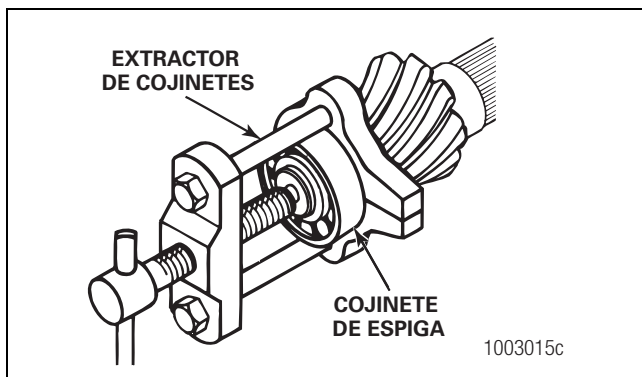
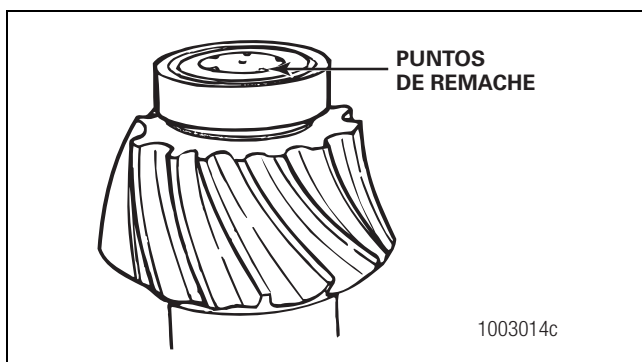

Figura 3.32
Figura 3.33
9. Desmonte el cojinete de espiga del piñón de mando con un extractor de cojinetes. Figura 3.32. Algunos cojinetes de espiga se fijan al piñón de mando con una herramienta especial de remachar. Figura 3.33.